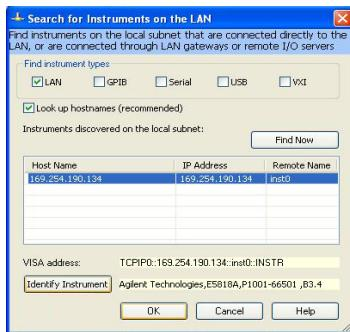

図8 サブネット上のE5818の検出
- 4 サブネット上のE5818が図8に示すように検出されたら、目的のものを選択し、**Identify Instrument**(必要な場合)をクリックし、**OK**をクリックします。